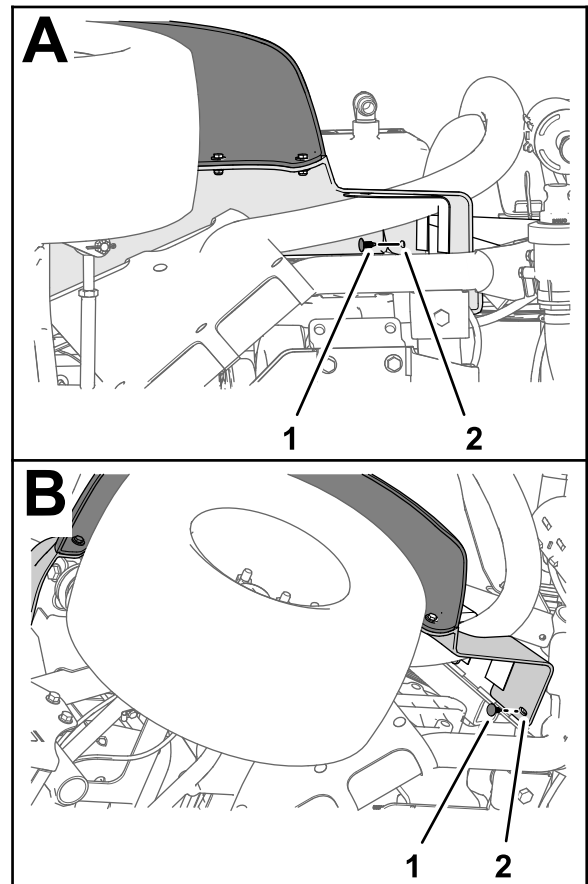

図 8
1. 左前フェンダを ROPS のチャネル部に固定している押し込みファスナー2本を外す 図 8。